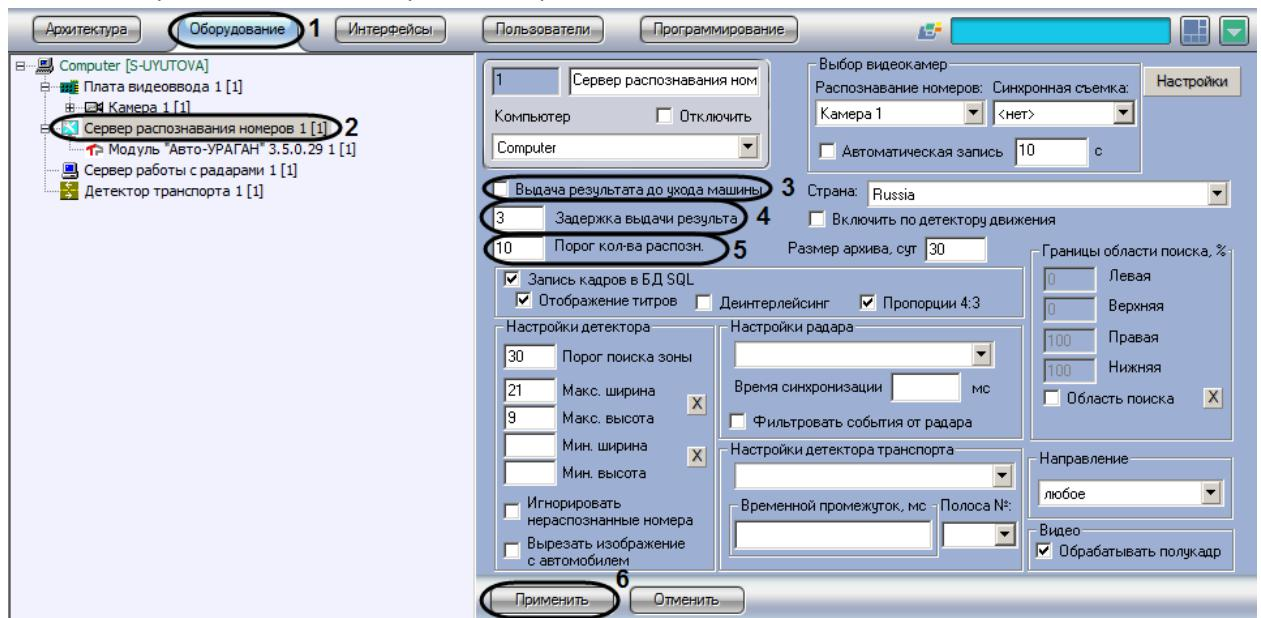

Рис. 7.2—17. Выбор параметров обработки номерного знака
1. В диалоговом окне «Настройка системы» перейти на вкладку «Оборудование» (Рис. 7.2—17, 1).
2. В дереве объектов на вкладке «Оборудование» выбрать объект «Сервер распознавания номеров», соответствующий активированному программному модулю «Авто-УРАГАН 3.5.0.29» или «VIT» (см. раздел «Активация программного модуля, используемого для распознавания номеров», Рис. 7.2—17, 2). В правой части вкладки «Оборудование» отобразится панель настройки выбранного объекта.
3. Установить флажок «Выдача результата до ухода машины» (см. Рис. 7.2—17, 3). В том случае, если флажок «Выдача результата до ухода машины» установлен, результат выдается до реального ухода машины из кадра (номера данной машины из границ поиска номерного знака). В противном случае, окончательный результат выдается только после реального ухода машины из кадра.
4. Задать параметр «Задержка выдачи результата» (секунды) (см. Рис. 7.2—17, 4). В том случае, если данный параметр задан, результат распознавания будет выдаваться сразу после того, как пройдет промежуток времени, заданный данным параметром. Данный промежуток времени начинает отсчитываться после первого распознавания номерного знака.
Примечание. Данный параметр используется только при установленном флагже «Выдача результата до ухода машины» (см. Рис. 7.2—17, 3).
5. Задать параметр «Порог кол-ва распозн.» (см. Рис. 7.2—17, 5). В том случае, если данный параметр задан, результат распознавания будет выдаваться сразу после того, как количество надежных распознаваний номерного знака превысит значение данного параметра. Счетчик количества распознаваний является накопительным и не сбрасывается в случае временных потерь данной зоны или неправильных распознаваний.
Примечание. Данный параметр используется только при установленном флагже «Выдача результатов до ухода машины» (см. Рис. 7.2—17, 3).